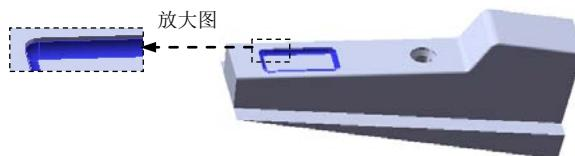

图 16.5.18 圆角5
(5) 单击“圆角”对话框中的 \checkmark 按钮，完成圆角4的创建。
Step11. 创建图 16.5.18 所示的圆角5。
(1) 选择命令。选择下拉菜单 **插入(I)** \rightarrow **特征(E)** \rightarrow **圆角(U)...** 命令（或单击  按钮），系统弹出“圆角”对话框。